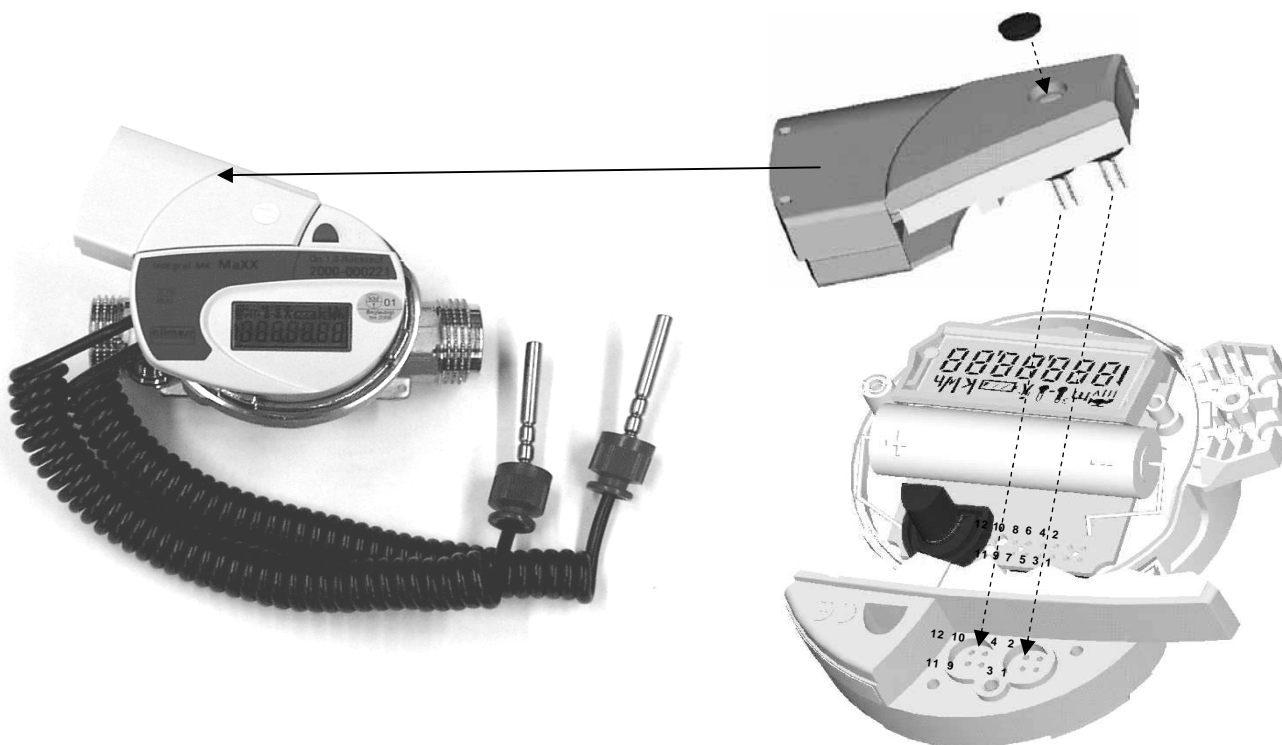

Рис. 6 – Теплосчетчик с дополнительной интерфейсной платой
5.10 При наличии опции «Подключение двух дополнительных счетчиков воды», счетчики воды подключаются к дополнительному интерфейсу (плата расширения) (рис. 6).